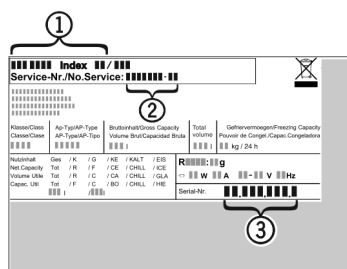

Fig. 14
- ▶ Z typového štítku odčítajte označenie zariadenia Fig. 14 (1), servisné č. Fig. 14 (2) a sériové č. Fig. 14 (3). Typový štítok je na ľavej vnútornej strane zariadenia.
- ▶ Upovedomte zákaznícky servis a oznámte chybu, označenie zariadenia Fig. 14 (1), servisné č. Fig. 14 (2) a sériové č. Fig. 14 (3).